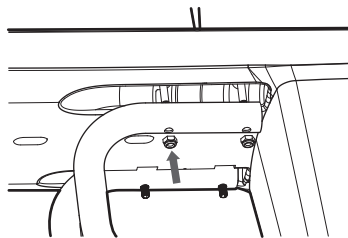

Fig.1
2. Repérez les 2 vis situées sur la base du boîtier, et placez les pieds dessus. Pour plus de stabilité, les pieds doivent être orientés vers l'extérieur. (Fig.1)